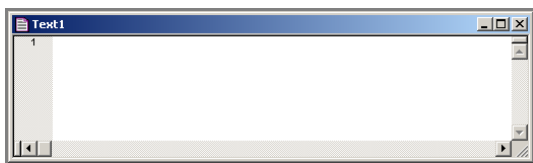

图 6-5 新建的文本编辑窗口
(1) 选择“File”→“New”命令,此时工作区中弹出一个新的文本编辑窗口,如图 6-5 所示。